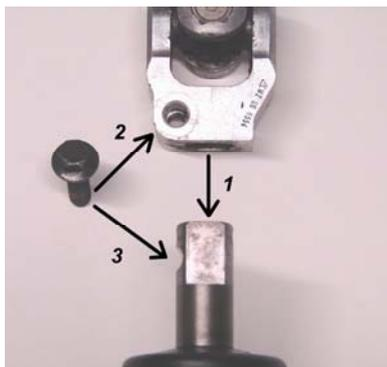
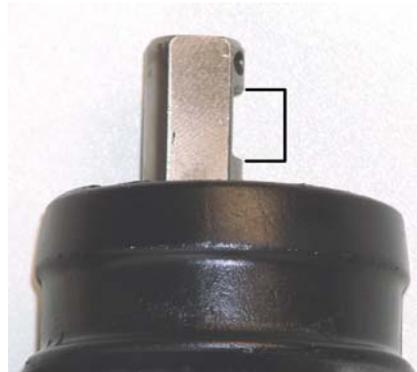

Abbildung 1
Abbildung 2
Auf Abbildung 1 sehen Sie, dass die Lenkungskupplung montiert wird auf die Lenkspindel (1), die Schraube wird durch die Bohrung gesteckt (2) und die Schraube sitzt nach der Montage im Einschnitt (3).
Auf Abbildung 1 sehen Sie, dass alles perfekt passt.
Bei der Abbildung 2 können Sie erkennen dass der Einschnitt wesentlich größer ist wie auf Abbildung 1. Wenn diese Art von Lenkungen zu montieren ist, kommt es darauf an dass die Kupplung so weit so weit wie möglich auf die Lenkspindel geschoben wird (zu vermeiden ist hier unnötige Gewalteinwirkung durch unsachgemäßen Werkzeugeinsatz).